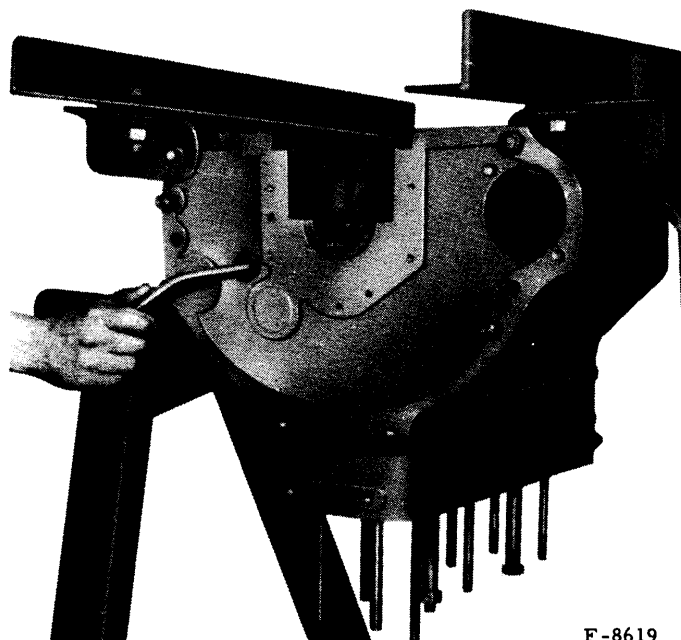

Fig. 14.- Extraction des bouchons de canalisation d'huile
- Dévissez les bouchons avant et arrière de la canalisation d'huile du bloc-moteur (fig. 14).